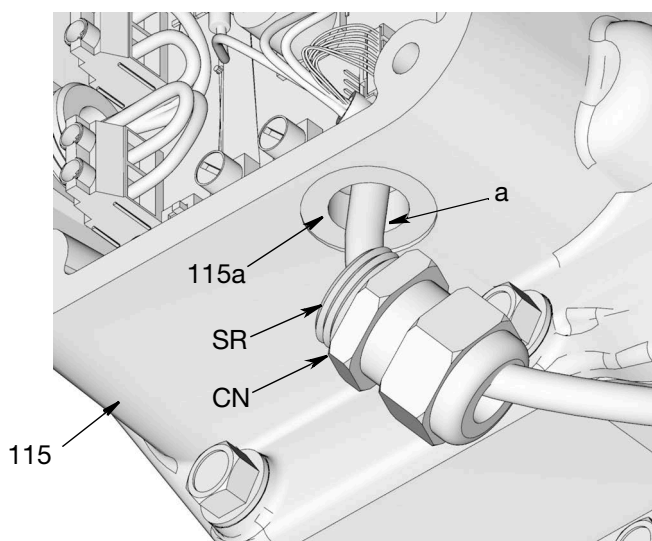

Рис. 60
- Заправьте жгут проводов электродвигателя (а) через отверстие для втулки разгрузки натяжения (115а) в корпус (115) (Рис. 60).